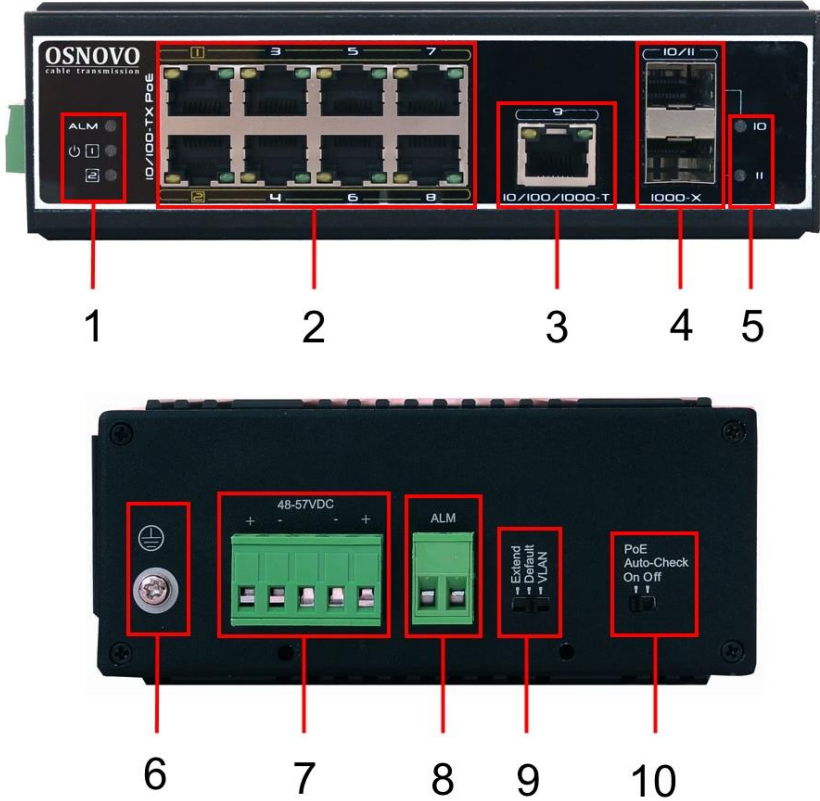

Рис. 3 Панели подключения коммутатора SW-60812/1
- Для обеспечения функционирования встроенной грозозащиты необходимо надежно заземлить корпус коммутатора (6) рис.3.